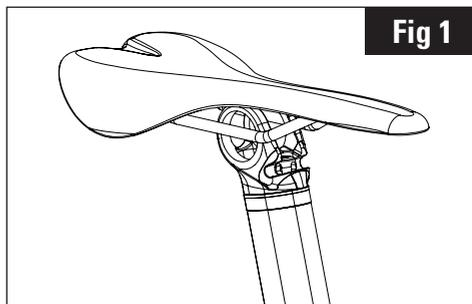

Fig 1
1. Posizionare la sella sull'E-POST 2 EVO, le guide all'esterno della reggisella. (Fig.1)